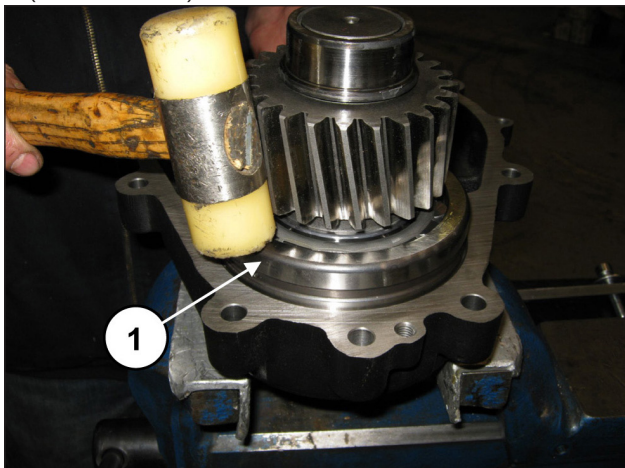

图 87
将预装好的小齿轮插入减速机盖的专用底座内，可使用锤子(位置①, 图 87)。